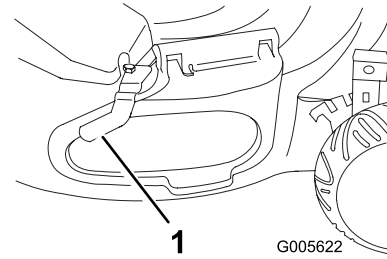

Bild 26
1. Die Schraube und die Klammer der Seitenabdeckung entfernen. Dann die Schraube wieder im Loch anbringen und die Klammer zurücklegen (Bild 26).